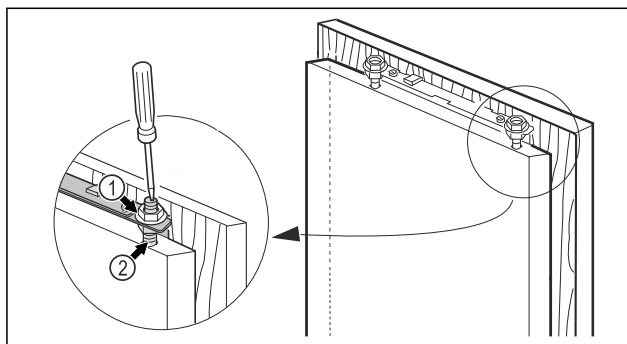

Fig. 48
- ▶ Затяните контргайки Fig. 48 (1) шестигранным ключом на 13, при этом удерживайте регулировочные болты Fig. 48 (2) от проворачивания отверткой.